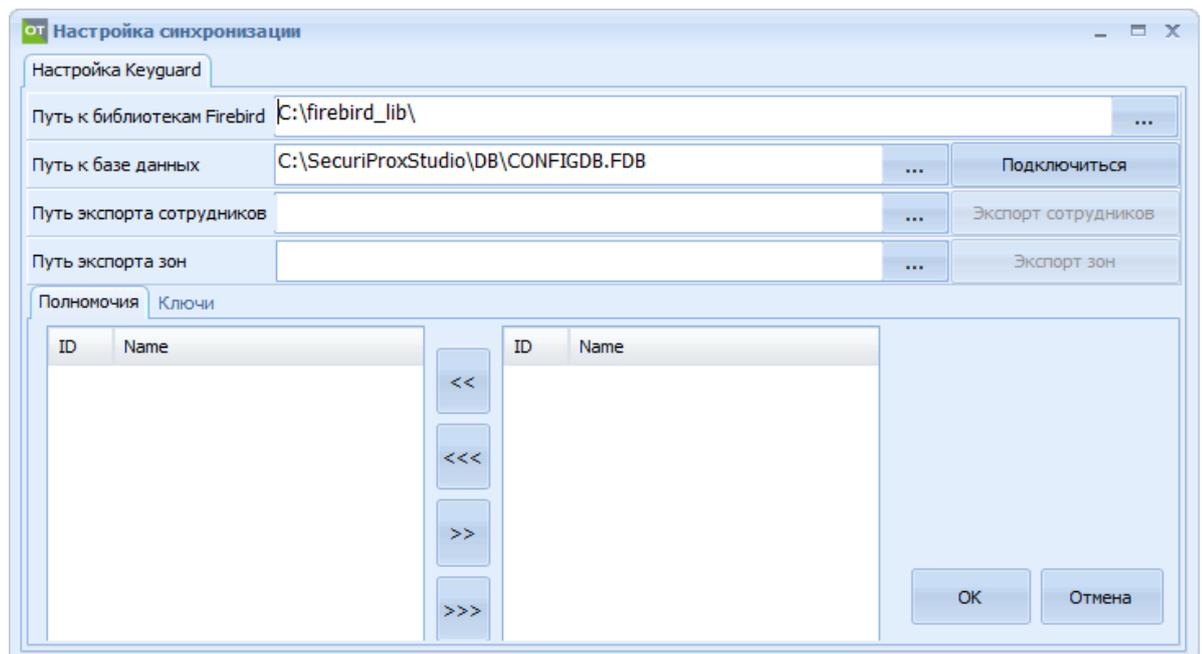

Рисунок 33.2 – Окно Настройки синхронизации
- 3) Нажать кнопку «Настройки синхронизации». В открывшемся окне выбрать файл базы Keyguard и папку с библиотеками Firebird (если поле оставить пустым, то по умолчанию останутся библиотеки для версии Firebird 2.5). После можно подключаться к базе Keyguard, нажав на кнопку «Подключиться» (рисунок 33.2).